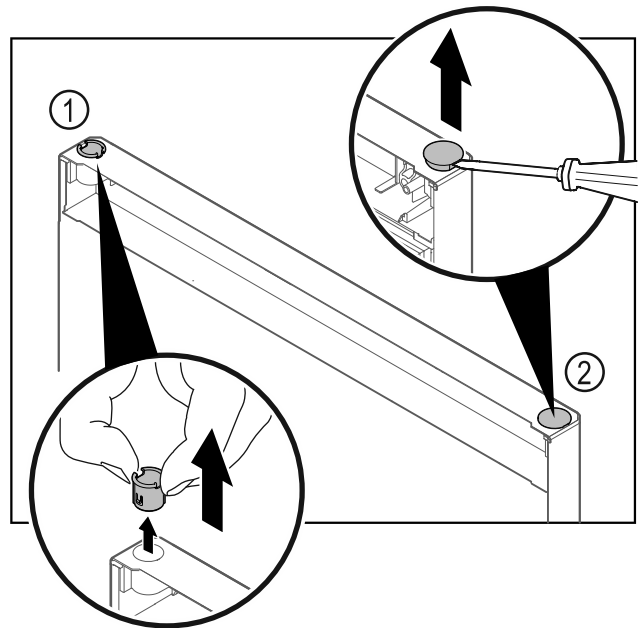

Fig. 23
- ▶ Витягніть шарнірну втулку Fig. 23 (1) пальцями.
- ▶ За допомогою шліцевої викрутки обережно підніміть заглушку Fig. 23 (2) та витягніть її.